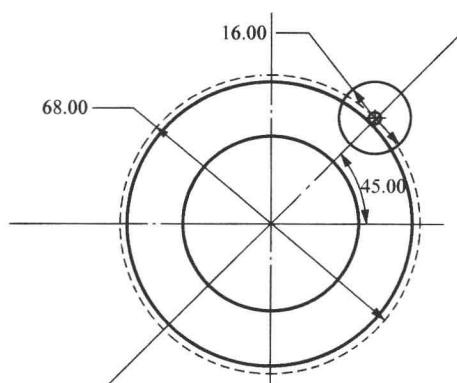

图 1.1-26 绘制圆
(4) 单击 圆 按钮, 以中心线 3 与构建圆交点为圆心, 绘制一个圆, 并将尺寸修改为 16, 如图 1.1-26 所示。